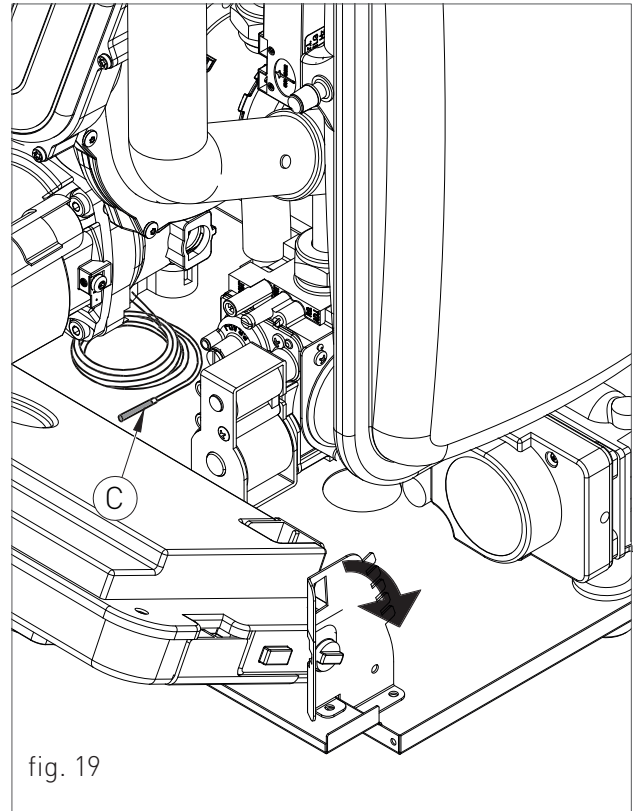

fig. 19
- › saisir simultanément les supports de fixation du tableau de commande (voir C - fig. 19) en l'élargissant, et tourner le tableau vers le bas pour le renverser;